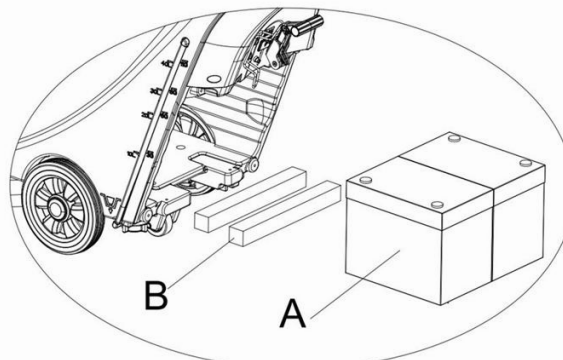

Figura 6
- 1) Per batterie di lunghezza inferiore ai 270mm, usare 2 pezzi di schede di fissaggio (B, Figura 6) e collocarle fianco a fianco dentro tra il serbatoio dell'acqua e la batteria;
- 2) Per batterie di lunghezza compresa tra 310mm-270mm, usare 1 pezzo delle schede di fissaggio (B, Figura 6) e posizionarlo tra serbatoio dell'acqua e la batteria;